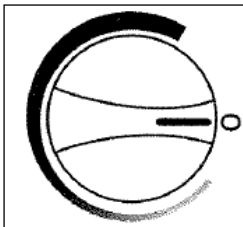

Fig. 1
- Lorsque le refroidissement maximale est atteinte, tournez le dos du bouton de commande de température à un réglage désiré sur le cadran de contrôle bleu gradué. **Voir Fig.1.**